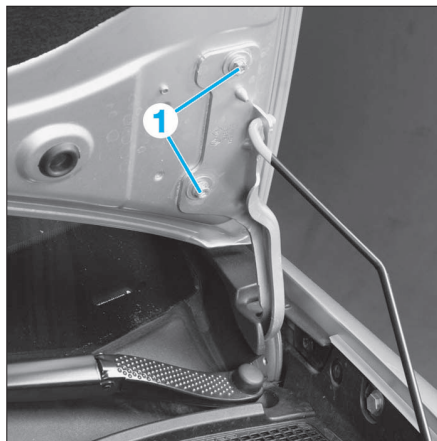

FIG. 19
- les vis (1) de fixation de capot (Fig.19),